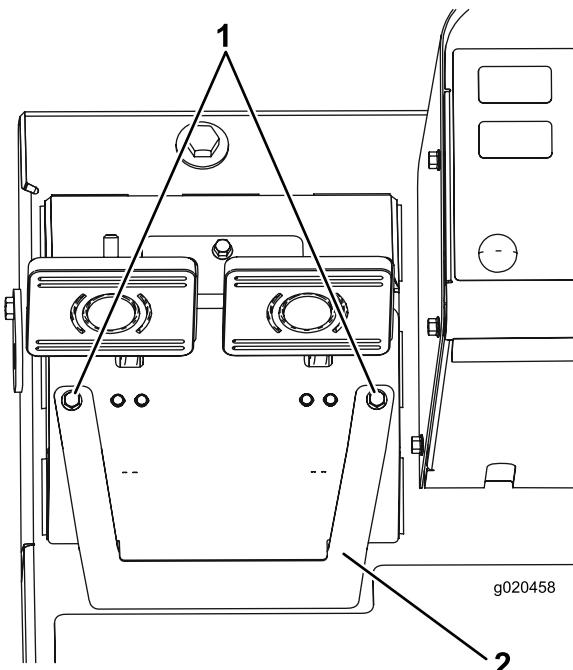

Figura 96
- A. Allentate le 2 viti di fissaggio e rimuovete il coperchio di regolazione dei freni (Figura 96).